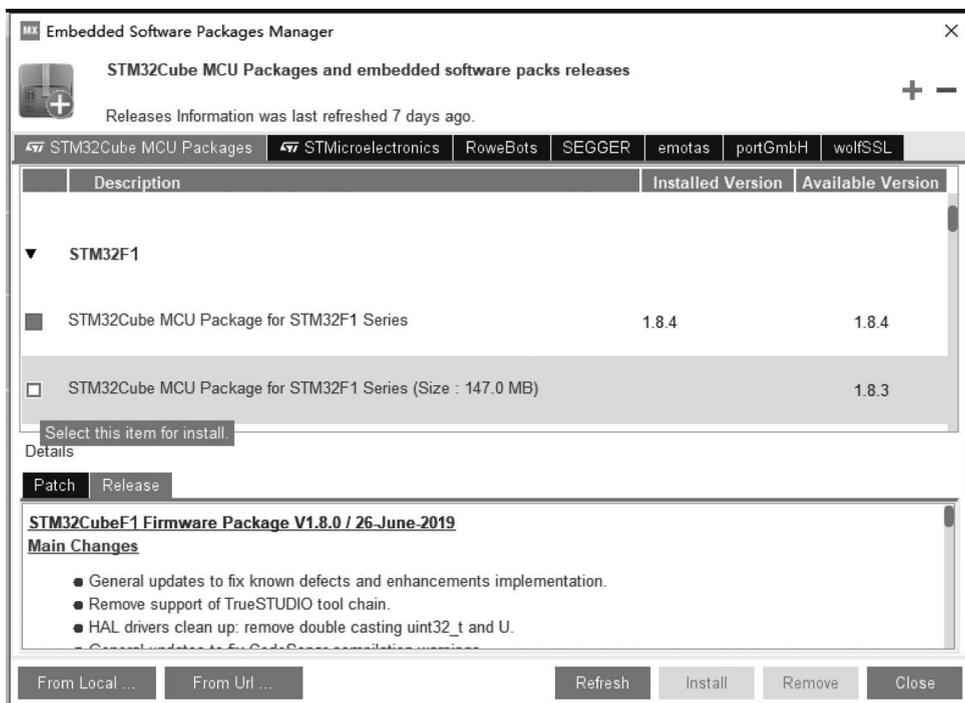

图 3-4 Embedded Software Packages Manager 对话框
设置了软件库文件夹,就可以安装 MCU 固件包和扩展包了。执行 Help→Manage embedded software packages 菜单命令,弹出 Embedded Software Packages Manager(嵌入式软件包管理器)对话框,如图 3-4 所示。这里将 STM32Cube MCU 固件包和 STM32Cube 扩展包统称为嵌入式软件包。
本书示例都是基于 STM32F407ZGT6 开发的,所以需要安装 STM32CubeF4 固件包。在图 3-4 对话框中选择最新版本的 STM32Cube MCU Package for STM32F4Series,然后单击 Install 按钮,将会联网自动下载和安装 STM32CubeF4 固件包。固件包自动安装到所设置的软件库目录下,并自动建立一个子目录。将固件包安装后目录下的所有程序称为固件库,如 1.26.0 版本的 STM32CubeF4 固件包安装后的固件库目录为 C:/Users/lenovo/STM32Cube/Repository/STM32Cube\_FW\_F4\_V1.26.0。
(1) Existing Projects 区域,显示最近打开过的项目,单击某个项目就可以打开此项目。
(2) New Project 区域,有 3 个按钮用于新建项目,选择 MCU 创建项目,选择开发板创建项目,或交叉选择创建项目。
(3) Manage software installations 区域,有两个按钮: CHECK FOR UPDATES 按钮用于检查 STM32CubeMX 和嵌入式软件包的更新信息; INSTALL/REMOVE 按钮用于打开如图 3-4 所示的对话框。
(5) User Preferences(用户选项),用于设置用户选项,只有一个需要设置的选项,即是否允许软件收集用户使用习惯。
(6) Check For Updates(检查更新),用于检查 STM32CubeMX 软件、各系列 MCU 固件包、STM32Cube 扩展包是否有新版本需要更新。
(7) Manage Embedded Software Packages(管理嵌入式软件包),会弹出如图 3-4 所示的对话框,对嵌入式软件包进行管理。